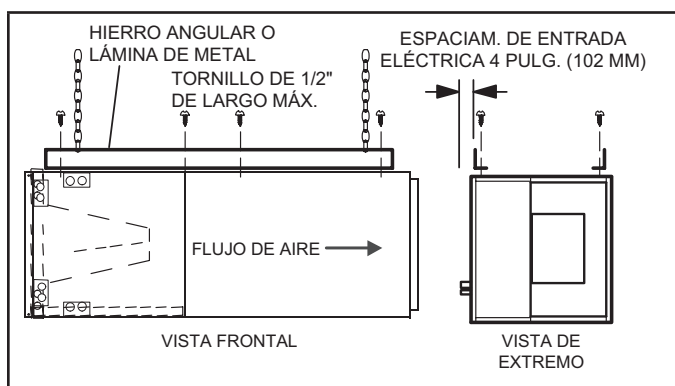

FIGURA 6. Cómo colgar la unidad horizontal
- 5 - Si la unidad está colgando, el gabinete debe estar apoyado a todo lo largo. Si usa una cadena o correa, use una pieza de hierro angular o lámina de metal adjunta a la unidad (ya sea arriba o abajo) para apoyar el largo del gabinete. Use tornillos de sujeción de no más de 1/2 pulgada para evitar dañar el serpentín o el filtro. Ver FIGURA 6. Use tornillos para lámina de metal para conectar los plenos de aire de retorno y suministro según sea requerido.
- 12 - Si va a colgar la unidad, debe estar apoyada a todo lo largo del gabinete. Si usa una cadena o correa, use una pieza de hierro angular o lámina de metal adjunta a la unidad (ya sea arriba o abajo) para que el largo completo del gabinete esté apoyado. Use tornillos de sujeción de no más de 1/2 pulg. para evitar dañar el serpentín o el filtro, como se ilustra en la FIGURA 6. Conecte los plenos de aire de retorno y suministro con tornillos para láminas de metal.